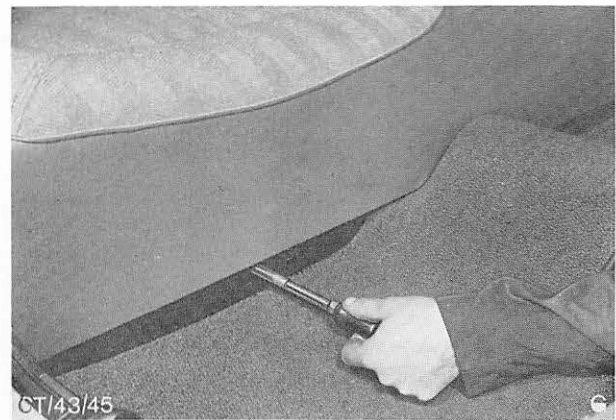

Abb. 52 Befestigungsschrauben (links und rechts des Gelenkwellentunnels jeweils 1 Schraube) – Hintersitzkissen herausdrehen.
1. Auf jeder Seite des Gelenkwellentunnels Teppich unterhalb des Hintersitzkissens zurückschlagen. Beide Befestigungsschrauben des Sitzkissens aus dem Bodenblech herausdrehen, Abb. 52, und Sitzkissen ausbauen.